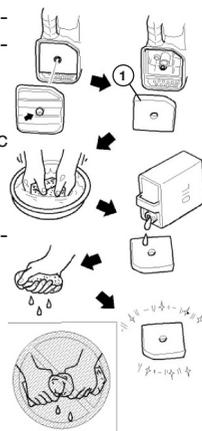

Рис. 11
- Извлеките фильтрующий элемент (1, рис. 11).
- ① **СОВЕТ:** убедитесь, что фильтрующий элемент встал четко в корпус воздушного фильтра без утечек воздуха. Никогда не запускайте двигатель без фильтрующего элемента, т.к. это приводит к повышенному износу и поломке двигателя.